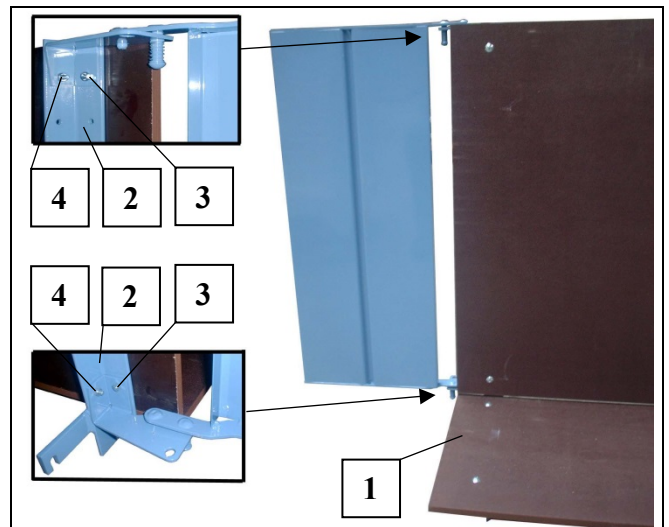

Fig. 40 Universalpritsche zusammenbauen
- Abklappbaren Seitenschutz (5) montieren (siehe Fig. 40 Universalpritsche zusammenbauen)
- Bordwand (6) von oben an das Tragprofil mit jeweils zwei Schrauben (7) montieren.